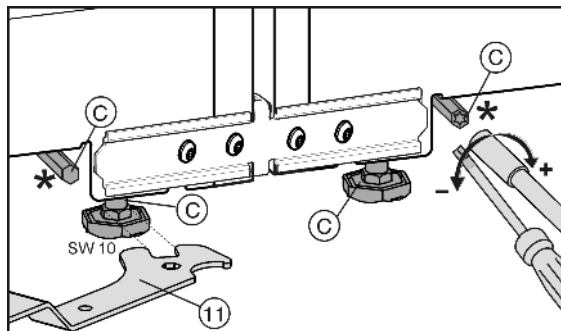

Fig. 8
Etummaisiet säädettävät tukijalat voidaan säätää oheisen kitaavaimen Fig. 8 (11) avulla, takimmaisiet tukijalat* Torx® 25-ruuvinvääntimellä.